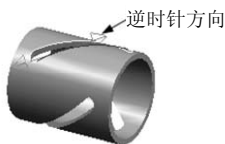

图 4-34 拾取的加工曲线及方向
1) 完成加工参数设置后，单击“确定”按钮，系统在界面的左下方提示“拾取曲线”，并“确定链搜索方向”为逆时针方向，如图 4-34 所示。